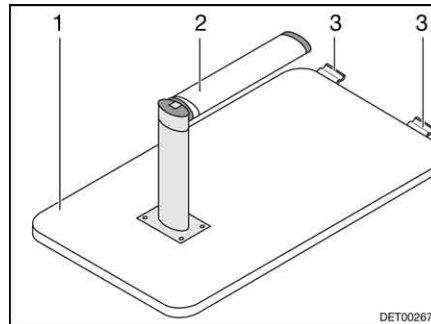

Fig. 18 Sommier de lit
- Soulever légèrement le plateau de table (Fig. 18,1) à l'avant de 45°.
- Tirer la partie inférieure du pied de table (Fig. 18,2) vers le bas et le rabattre de 90°.
- Accrocher le plateau de table à un angle de 45° au moyen des supports (Fig. 18,3) dans la baguette de support inférieure et le poser sur le sol à l'aide de la partie supérieure du pied de table.